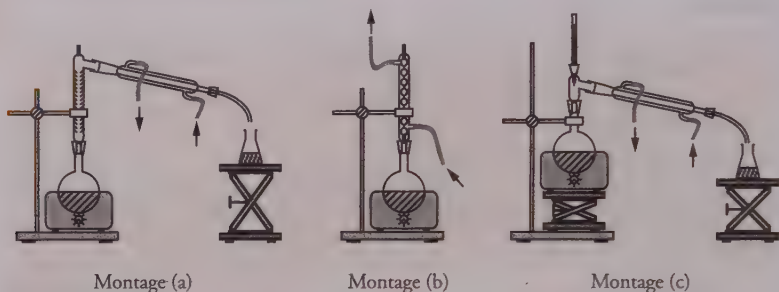

Figure 1. Montage mis en œuvre dans l'étape 1
1. Choisir parmi les 3 montages proposés à la figure 1, celui à utiliser pour réaliser une saponification.